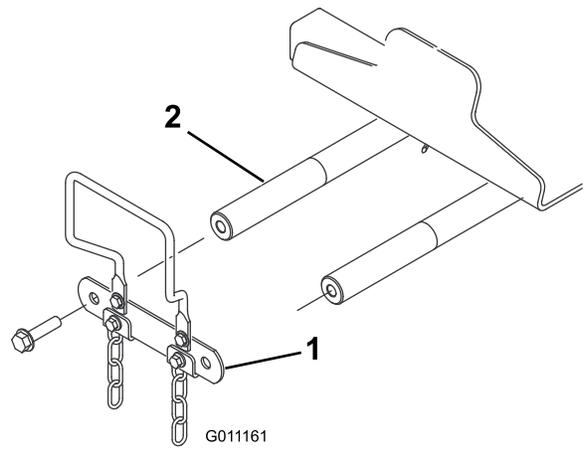

図 13
1. 昇降アームのピボットシャフトリンクとピボットシャフトを分離キャップスクリュー 2 個を外し、取り外したリンクとキャップスクリューは保管する 図 13。